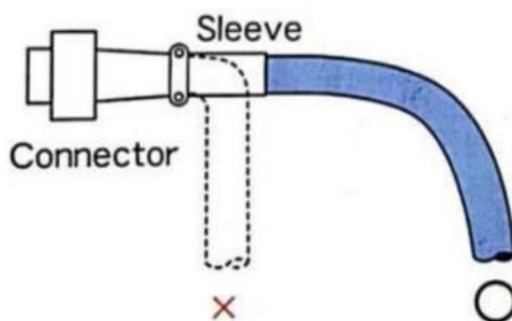

图 11.7 固定在连接器网尾
- ✧ 连接器装配时，固定在连接器网尾上（而非线身），如图 11.7 所示。